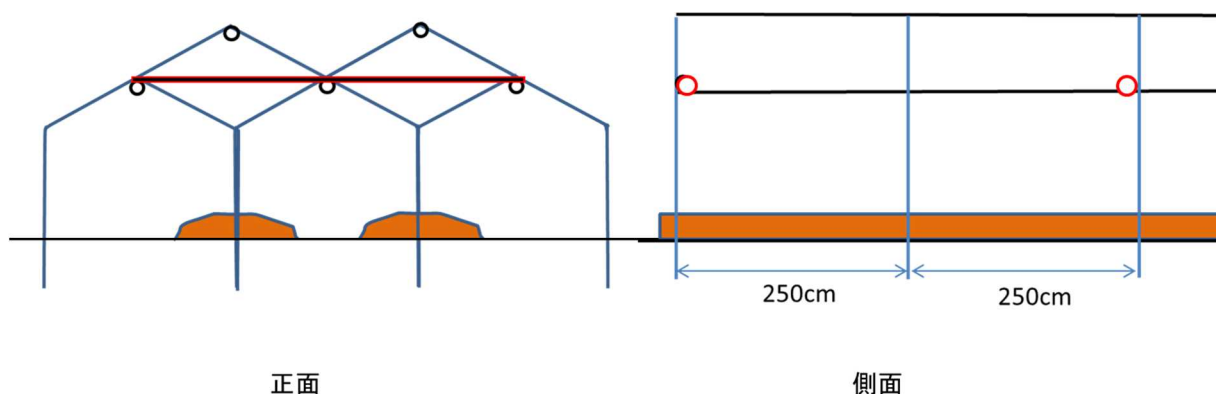

図23 アーチパイプの横方向の連結
⑤ アーチパイプの連結（横方向）
- ・ 直管パイプを 5m 毎に縦方向に連結した直管パイプの上を通し、クロスワンで固定する。（図 23）